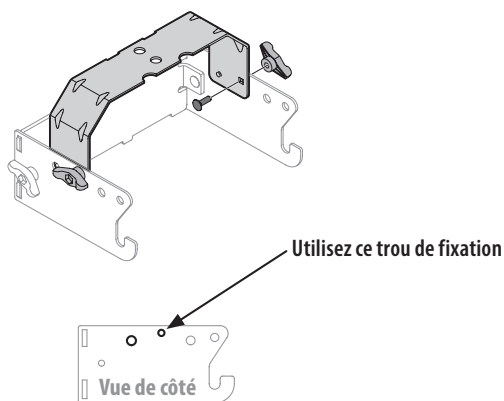

Figure 2
2. Retournez le support et installez le support universel (783-08129) au support arrière avec deux boulons de carrosserie (710-0276) et des écrous papillons (720-04122) du kit de quincaillerie (689-02364), comme indiqué à la Figure 2.